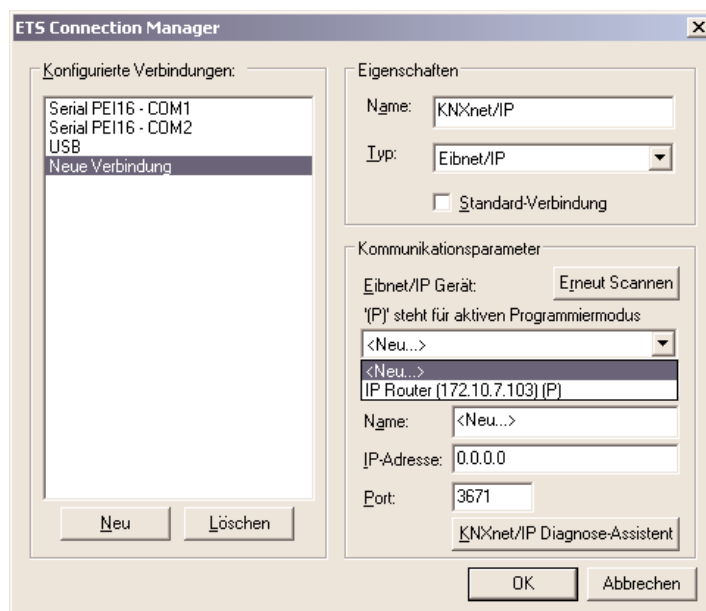

Bild 7: Geräteliste unter Kommunikationsparametern mit allen gefundenen IP Routern
4. In der Geräteliste "Eibnet/IP Gerät" sind alle im IP-Netzwerk gefundenen IP Router gelistet (vgl. Bild 7). Es wird der in der ETS vergebene Name (default "IP Router") und die IP-Adresse des IP Routers angezeigt. Das (P) hinter diesen Angaben signalisiert einen aktivierten Programmiermodus. Auf diese Weise lassen sich auch in Systemen mit mehreren Routern gezielt einzelne Geräte identifizieren. In der Geräteliste muss der IP Router ausgewählt werden, welcher in der konfigurierten Verbindung als "Datenschnittstelle" arbeiten soll. Durch Anklicken der Schaltfläche "Erneut Scannen" leitet die ETS 3 einen weiteren Scanvorgang ein und sucht erneut im IP-Netzwerk nach IP Routern.